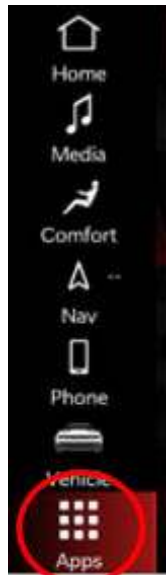

Fig. 1
6. Open Apps/Categories Fig. 1.